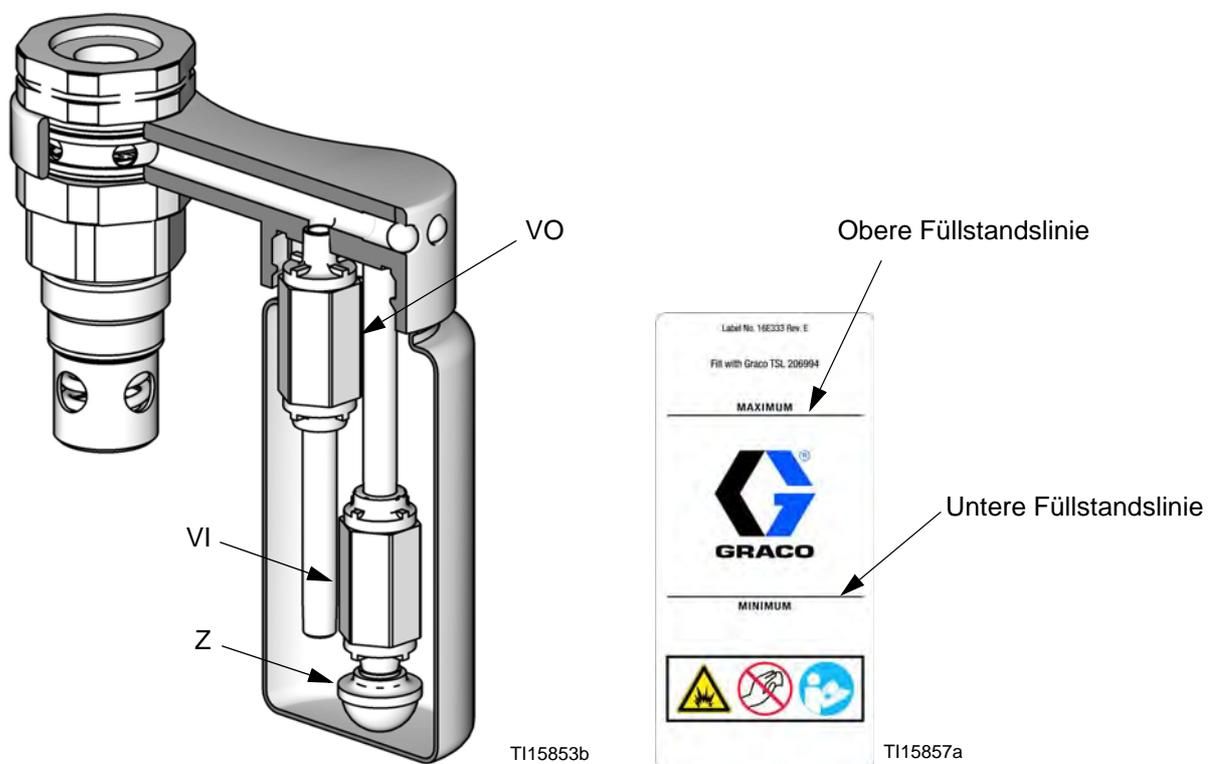

FIG. 3. Schnittzeichnung des TSL-Tanks und der Füllstandslinien
1. Den TSL-Tank bis zur oberen Füllstandslinie mit Halsdichtungsflüssigkeit (TSL) befüllen. Siehe FIG. 3 auf Seite 12.
2. Den Pumpen-Luftregler (T) schließen, indem der Knopf gegen den Uhrzeigersinn gedreht wird, um den Druck auf Null zu verringern. Zuerst das Absperrventil der Zufuhrleitung (S) und danach das Absperrventil der Rückleitung (R) schließen. Außerdem sicherstellen, dass alle Ablassventile (U) geschlossen sind.
5. Zuerst das Absperrventil der Rückleitung (R) und danach das Absperrventil der Zufuhrleitung (S) öffnen. Langsam den Reglerknopf (T) im Uhrzei-
3. Das Sieb (Z) des Einlass-Rückschlagventils reinigen (VI). Wenn die Rückschlagventile nicht dicht sind und schmutzige TSL in die Ökertasse gelangt, die Rückschlagventile austauschen (VI, VO). Siehe FIG. 3.